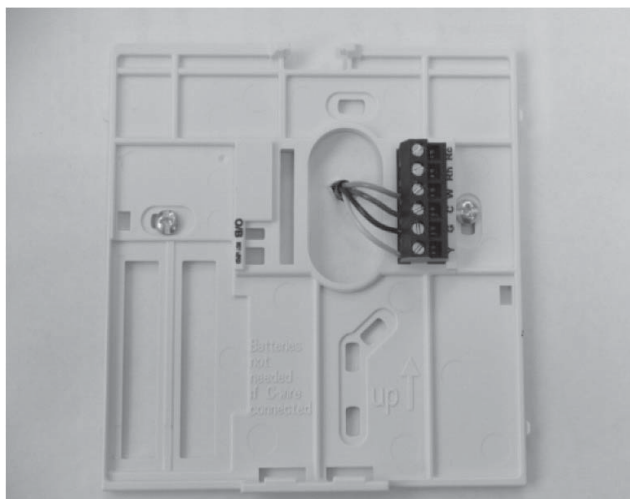

Fig. 2 - Connessioni cavi alla morsettiera
7. Separare ogni cavo e sistemarne la lunghezza in modo da collegare in modo opportuno ogni terminale con il blocco di connessione posto sul supporto posteriore, mantenendo una lunghezza extra dei cavi di circa 7 mm. Spelare circa 6 mm di isolante di ogni cavo in modo da evitare che eventuali contatti tra cavi adiacenti creino un cortocircuito. Vedi Fig. 2.